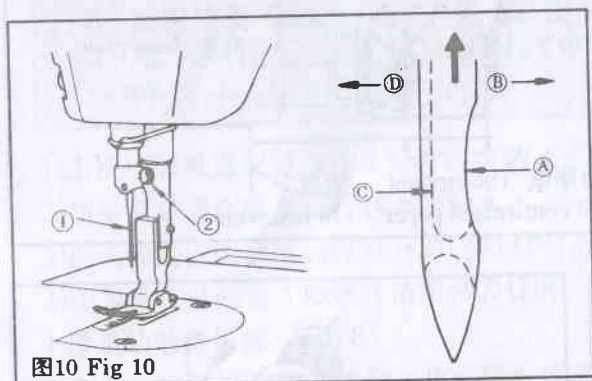

图10 Fig 10
4. 机针的装法 (图 10)
4. ATTACHING THE NEEDLE (Fig.10)